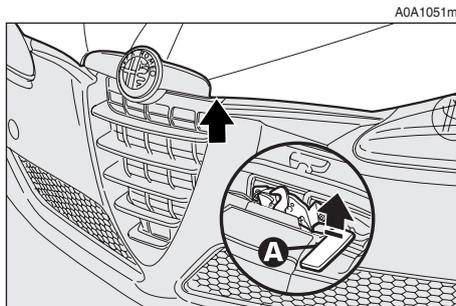

fig. 164
- pousser vers le haut le levier (**A-fig. 164**) du dispositif de sécurité.